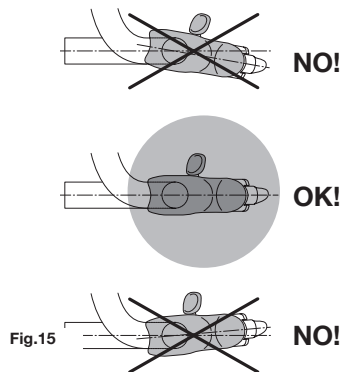

Fig.15
- comandi Ergopower non correttamente posizionati o che si muovono sul manubrio (Fig. 15)